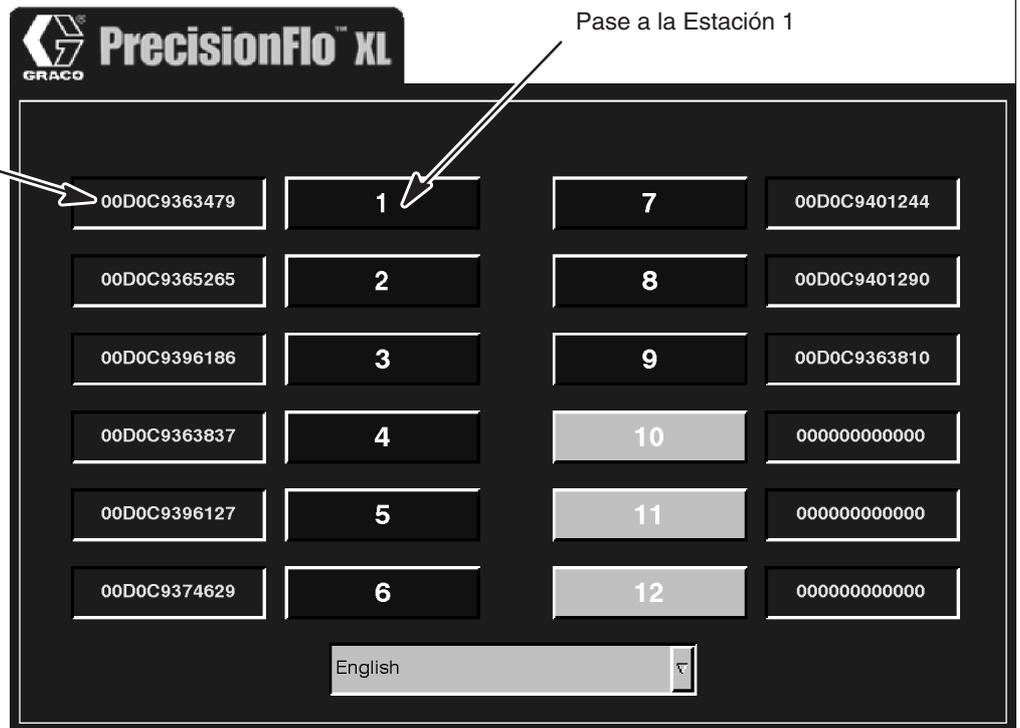

Fig. 66
Cuando se ha configurado su sistema con un TouchScreen remoto, aparece la pantalla mostrada en la Fig.66 cuando se accede al modo de configuración (interruptor en sentido de las agujas del reloj). Para introducir la dirección física para cada nodo local, realice las siguientes operaciones.
1. Con el sistema en modo de configuración, toque sobre el campo de direcciones físicas para la estación donde desea introducir la dirección (Fig. 66).